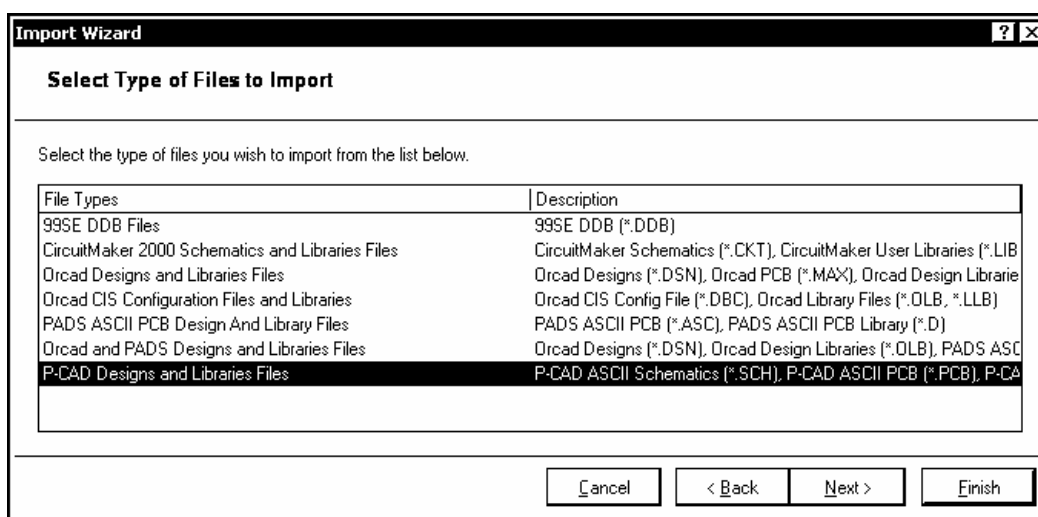

Рис. 3.20
1. Запустить процедуру преобразования командой File>>Import Wizard. Откроется диалоговое окно импорта. Кнопкой Next перейти к первому шагу импорта. В диалоговом окне на рис. 3.20 предоставляется возможность выбора исходного формата данных.